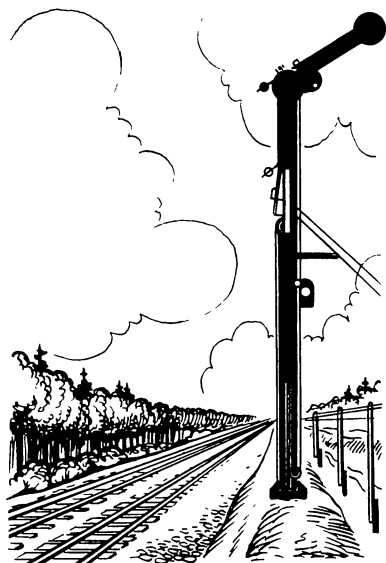

Рис. 106
**Железнодорожный семафор с электромагнитным подъемным механизмом.** Применяемые на железных дорогах семафоры (рис. 106) представляют собой высокую металлическую мачту, имеющую крыло с диском и противовесом. На мачте установлены поворотные очки с цветными стеклами и фонарь. Управление семафором на расстоянии осуществляется с помощью троса или электромагнитного механизма.